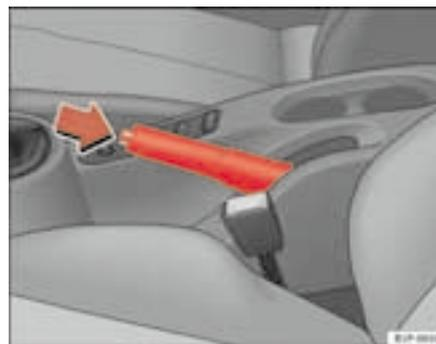

Fig. 121 Freno de mano entre los asientos delanteros
⇒ página 170, fig. 121.
- Tire ligeramente de la palanca hacia arriba, presione el botón de desbloqueo en la dirección de la flecha ⇒ página 170, fig. 121 y baje completamente la palanca. ⇒ .